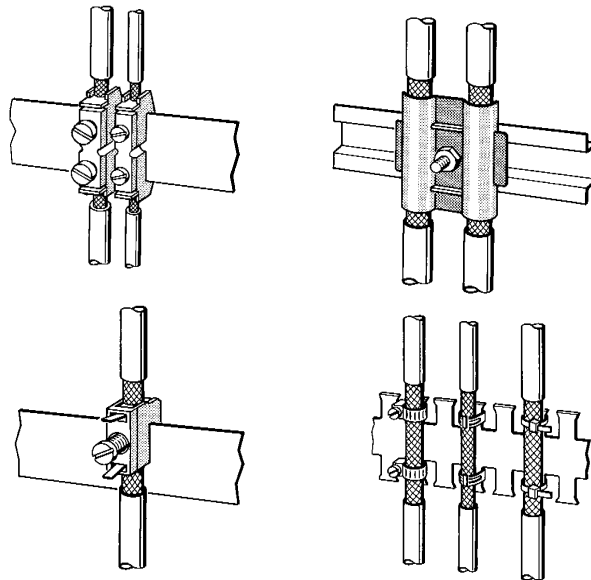

Bild C-3 Befestigen von geschirmten Leitungen mit Kabelschellen und Schlauchbindern (schematische Darstellung)
- Die Schellen müssen den Schirm großflächig umschließen und guten Kontakt ausüben (siehe Bild C.3).